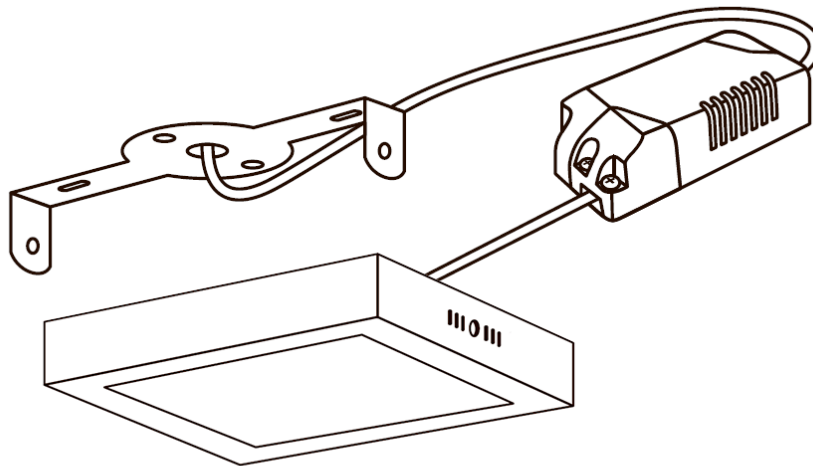

Рис. 2
- 6.3.3 Установите монтажную пластину, продев сетевой кабель. Подключите сетевой кабель к кабелю светильника (Рисунок 2).